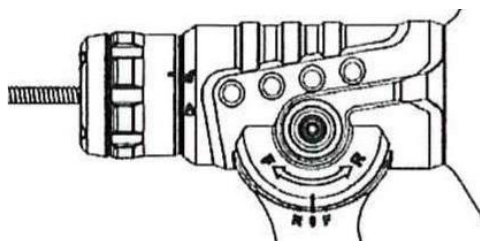

Рисунок 6
3. Когда рабочая рукоятка находится в нейтральном положении "O", вытягивание гибкого вала в любом направлении не происходит (рис. 6)